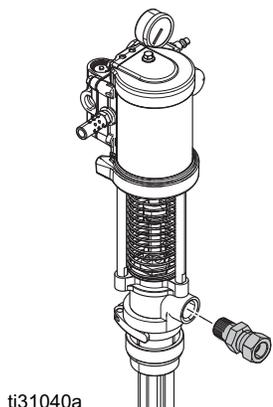

FIG. 6
2. Aplique sellador de rosca a la conexión de salida macho (no suministrada) e insértela en el puerto de salida. Vea la FIG. 6.